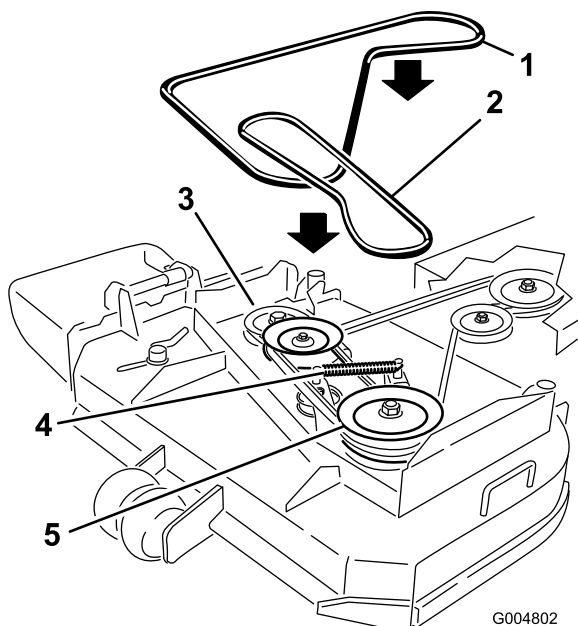

Figura 37
- Desconecte el muelle del brazo tensor para aliviar la tensión de dicho brazo y de la polea tensora; retire la correa del cortacésped desgastada (Figura 37).
- Instale la nueva correa del cortacésped alrededor de las dos poleas de eje exteriores, la polea tensora y en la ranura inferior de la polea de eje doble (Figura 37).
- Conecte el muelle al brazo tensor (Figura 37).
- Ajuste la guía a 3 mm de la correa (Figura 37).